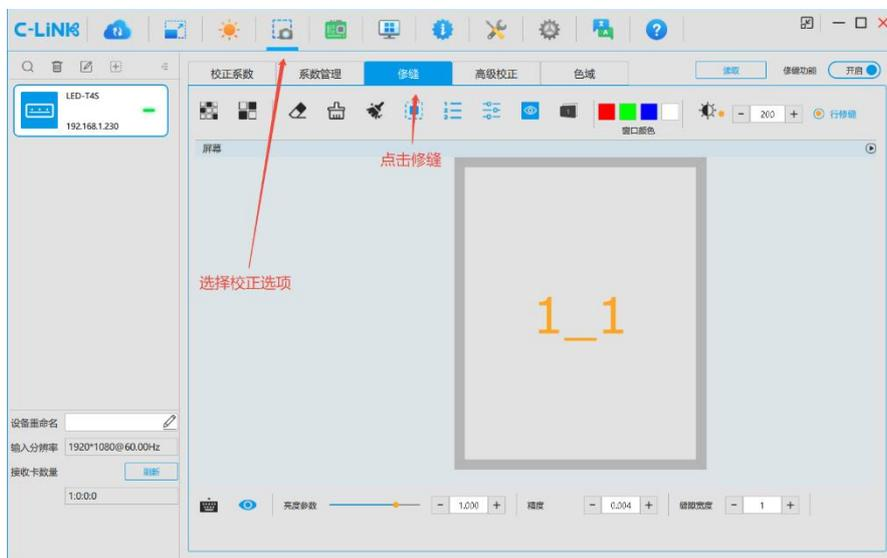

图 10-8 修缝
- 步骤 1 在“校正”对话框中，选择“修缝”页签，如图 10-8。